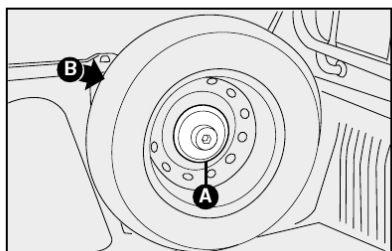
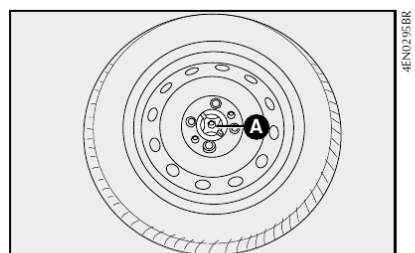

fig.5
fig. 15
- Nas versões com cabine curta, destarraxar o pino suporte da roda sobressalente **A-fig. 5** ou **6** e retirar a mesma de sua sede **B-fig. 5** e **6**.
15) colocar a roda substituída no compartimento da roda sobressalente fixando-a com o dispositivo de bloqueio fig. 5 (Strada Fire) ou fig. 15 (Palio Fire e Siena Fire).